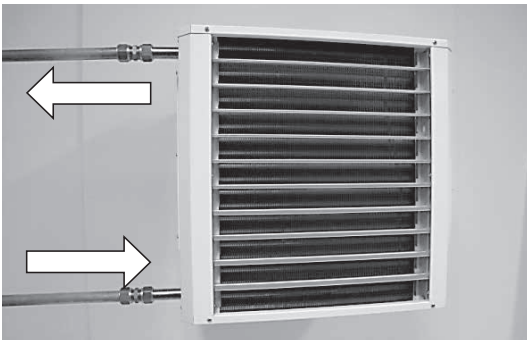

Bild 20
7. Der Wasserzulauf ist am niedrigsten Rohrstutzen anzuschließen und der Auslauf an der höchsten, siehe Pfeile Bild 20. Die Anschlüsse an AW 12- AW 22 sind $\varnothing 22$ mm und an AW 42- AW 62 $\varnothing 28$ mm.